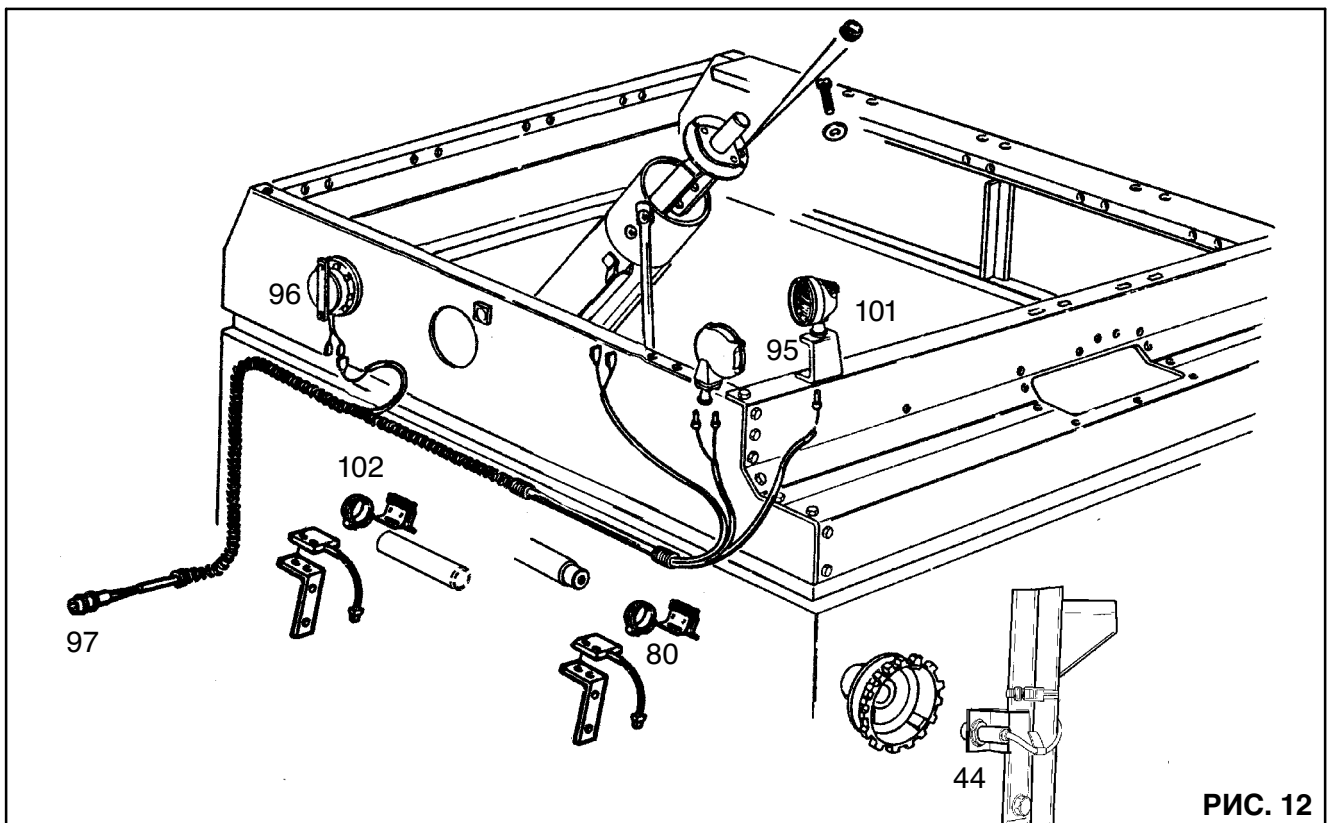

РИС. 12
**ДОПОЛНИТЕЛЬНЫЙ КАБЕЛЬ ЗЕРНОВОГО БУНКЕРА - Рис. 12**